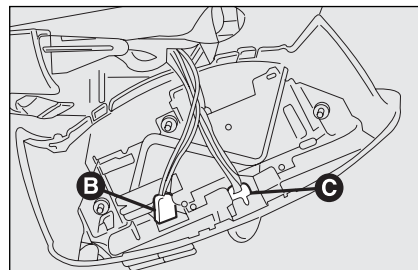

fig. 44
- ☐ débrancher les connecteurs électriques **B**-fig. 44 et **C**;